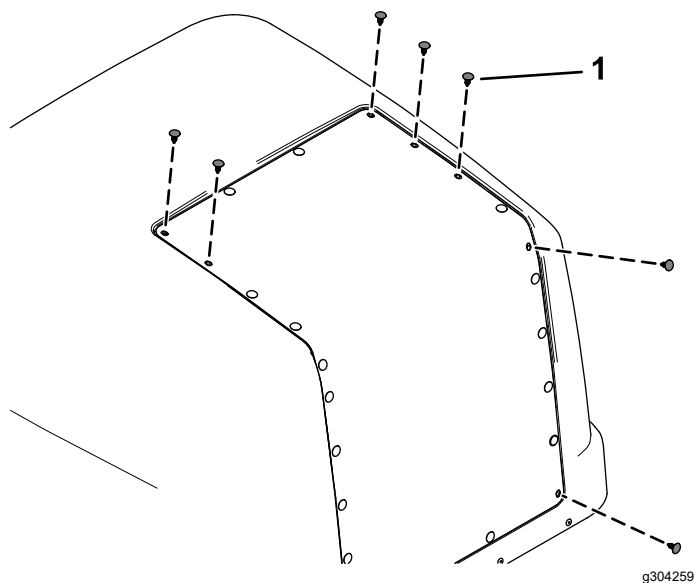

**Figura 27**
7. Prenda a montagem da placa de velocidade na montagem do marcador utilizando cinco parafusos de carroçaria ( $\frac{1}{4} \times \frac{1}{2}$  pol.) e cinco porcas de bloqueio ( $\frac{1}{4}$  pol.) como se mostra na Figura 27.